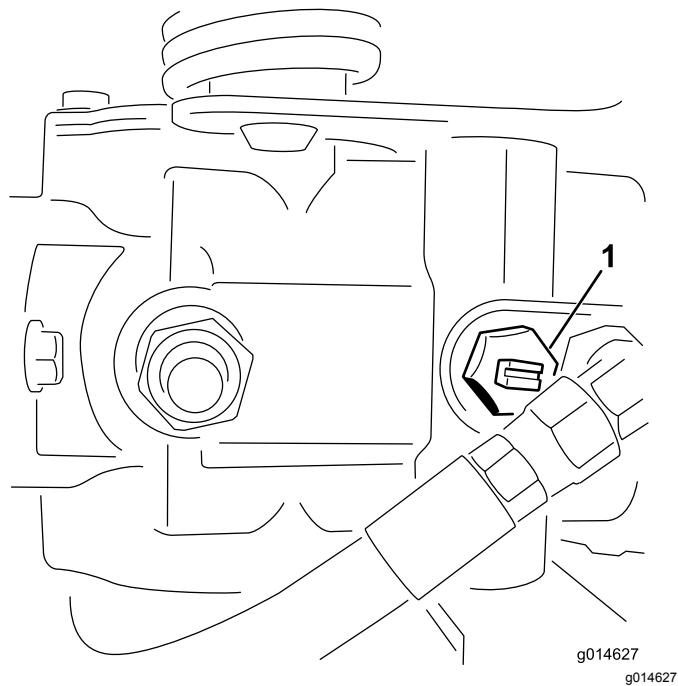

图38
1. 找到并旋转泵上的旁通阀、使槽处于垂直位置 (图38)。
2. 启动发动机之前、旋转旁通阀、使槽处于水平位置、这样就可以关闭旁通阀 图38。旁通阀打开时切勿启动发动机。